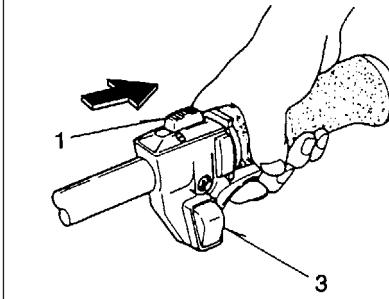

Fig. 2-2
#### Start (Fig. 2-2, 2B)
1. Skjut tändomkopplaren (1) i ON-läge. (Fig. 2-2)